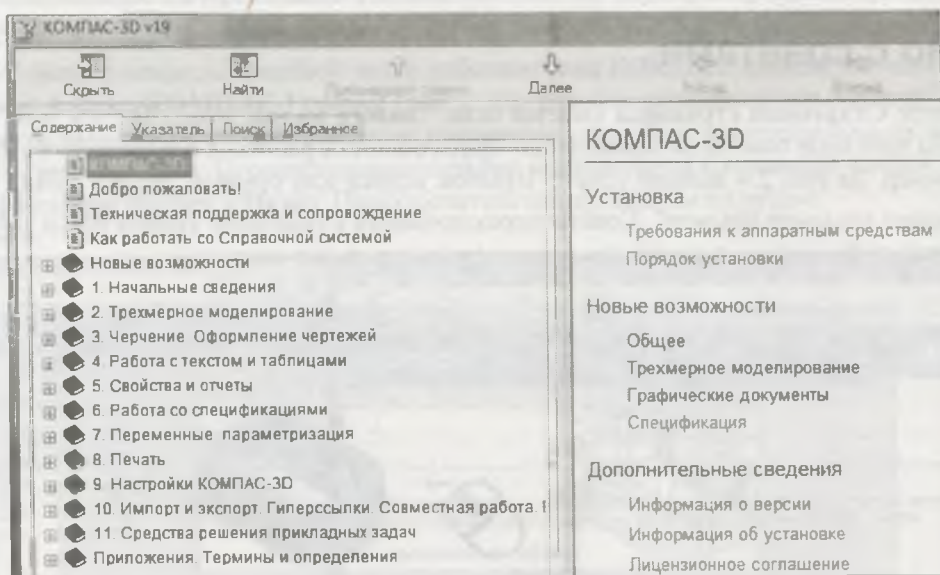

Рис. 2.8. Окно КОМПАС-3D V19 с открытой вкладкой Содержание
- ◆ пункт **Содержание** — вызывает окно Справочной системы КОМПАС-3D V19 с открытой вкладкой **Содержание** (рис. 2.8). Справа в этом окне вы можете найти интересующий вас вопрос, а слева — ответ. При выборе вкладки **Указатель** в левой части окна раскрывается список элементов КОМПАС-3D. Выберите название — в правой части откроется ответ на него. При выборе вкладки **Поиск** в окне справа впишите вопрос, нажмите кнопку **Разделы**. Откроются разделы заданного вами вопроса;
При наведении курсора мыши на раздел **Новые возможности текущей версии** и нажатии ЛК появляется диалоговое окно **КОМПАС-3D V19** (см. рис. 2.8), где на вкладке **Содержание** открыт раздел **Новые возможности**. Если вы работали в предыдущих версиях, то обязательно изучите все четыре пункта в левом окне, тогда вам будет легче понять изменения, произошедшие в новой версии.